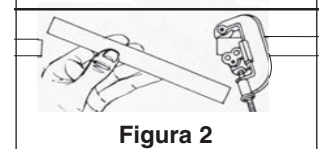

Figura 3
3. Utilice el accesorio de compresión para conectar la válvula de cierre y descarga del tubo en el calentador de agua, de manera que la flecha indicadora apunte hacia el ensamblaje AP430SS. Realice este procedimiento para poder acceder a las tuercas del desagüe y así liberar la presión cuando se cambia el cartucho. Asegúrese de que las tuercas del desagüe estén ajustadas firmemente. (Figura 3)